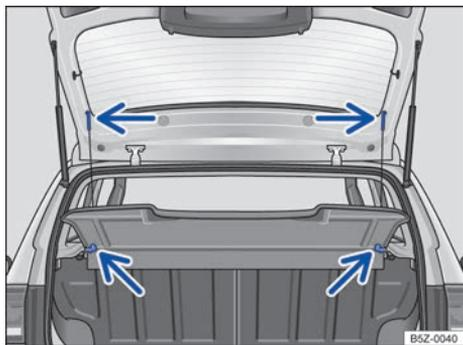

Fig. 129 En el maletero: desmontar y montar la bandeja trasera.
- Desprender los cordones de retención del soporte de la tapa trasera → **fig. 129** (flechas superiores).
- Retire la bandeja trasera hacia atrás y hacia afuera de los soportes laterales → **fig. 129** (flechas inferiores).
- Empuje la bandeja trasera hacia adelante, introduciéndola en los soportes laterales → **fig. 129** (flechas inferiores).
- Encajar los cordones de retención en la tapa trasera → **fig. 129** (flechas superiores).